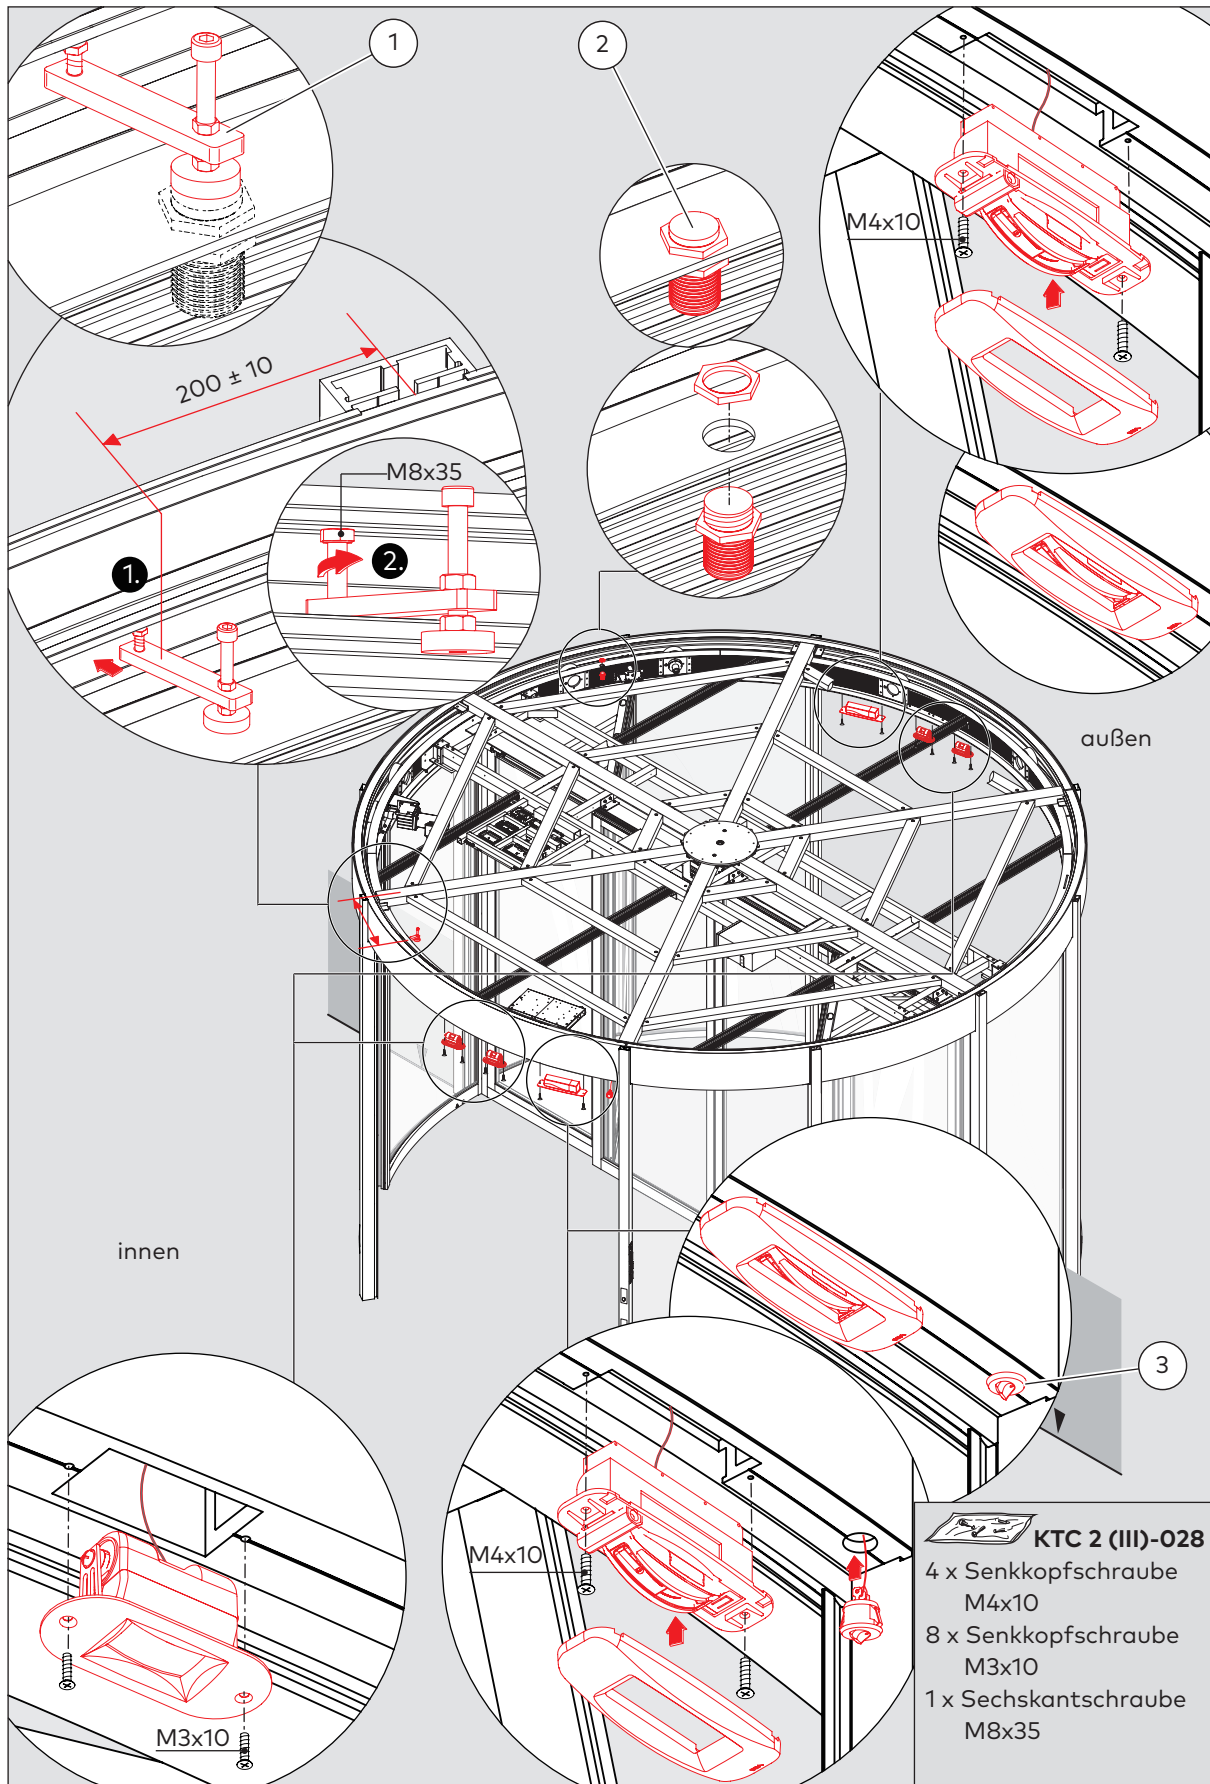

Abb. 94 Installation der Sensoren im Stirnband
3. Den Nullpunktsensor (Abb. 94/2) in den Innenring einschrauben.
4. Den Nocken (Abb. 94/1) des Nullpunktsensors auf den Außenring schrauben.
5. Optional: Den Schalter für den Wintermodus (Abb. 94/3) in die Aussparung des Stirnbands stecken.